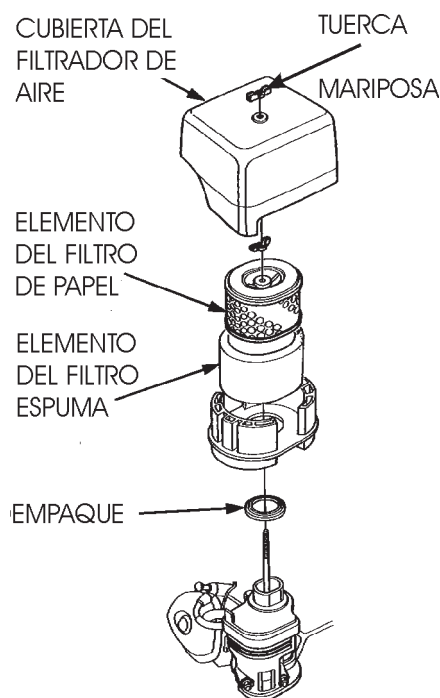

Figura 29. Filtro de aire del motor
1. Quite la cubierta del filtro de aire y el elemento de filtro de espuma, como se muestra en la Figura 29.
2. Golpee levemente varias veces el elemento del filtro de papel (Figura 29) en una superficie dura para remover el polvo ó sople con un compresor de aire [no exceder de 30 psi (207 kpa, 2.1 kgf/cm²)] a través del elemento del filtro del lado del estuche del filtrador de aire. **NUNCA** cepille el polvo. Cepillarlo hará que el polvo penetre en las fibras. Cambie el elemento del filtro de papel si tiene polvo excesivo.